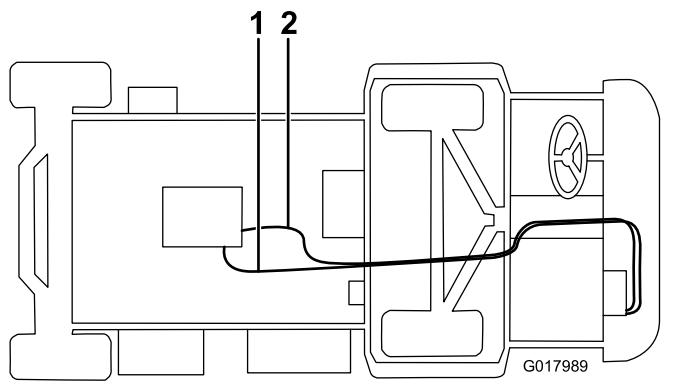

図 18
5. ホースクランプを使ってヒーターバルブに長いホースを接続し、このホースを車体下部からアクスルの上を通し、ストレートフィッティングまで引き込む図 18。ホースの長さが余っている場合は切断する。
6. ホースクランプを使って、短いホースを補給口へ接続し、このホースをヒーター ブラケットのRクランプに通し、下ラジエターhosの字フィッティングにクランプで固定する図 18。ホースの長さが余っている場合は切断する。